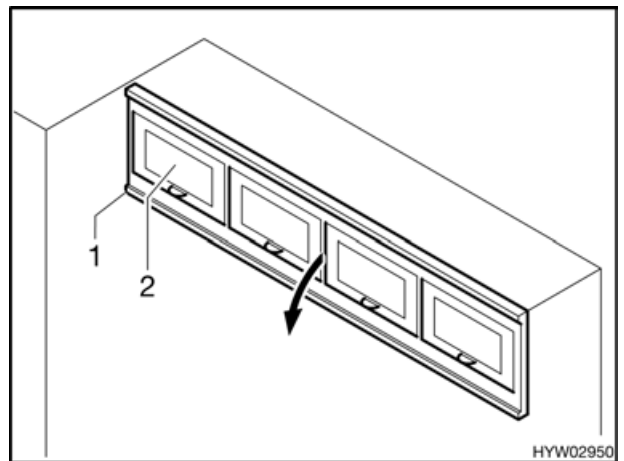

Bild 36 Vor dem Umbau
- Am Bettkasten (Bild 36,2) links und rechts die Schließriegel (Bild 36,1) öffnen.